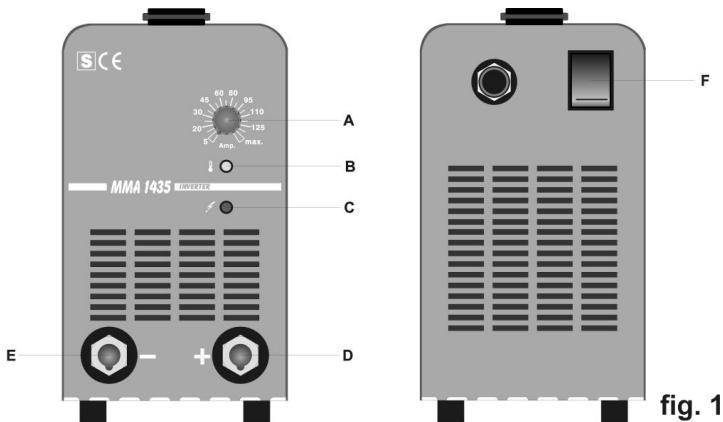

fig. 1
El led B (fig. 1) señala esta operación: en ese caso hay que esperar algunos minutos antes de rearmar el aparato.
- Cerciorarse que el interruptor F fig. 1 se encuentre en la posición O o que el enchufe del cable de alimentación no esté conectado con el arranque de alimentación, por lo tanto, hay que adaptar los cables para soldar respetando la polaridad exigida por el fabricante de los electrodos que se usarán.
- Encender la máquina mediante el interruptor F fig. 1.